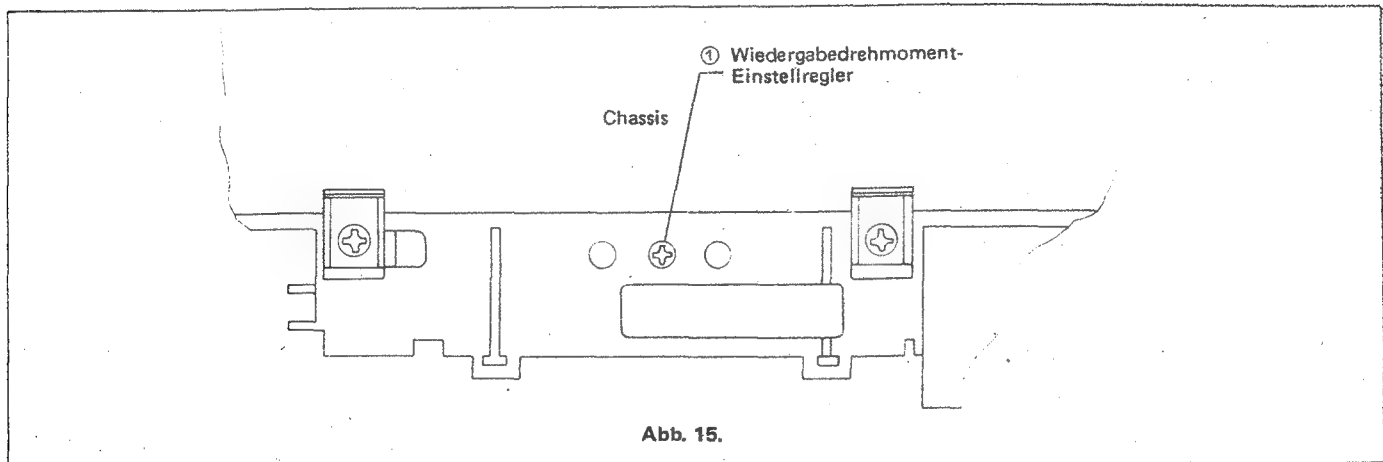

Abb. 15.
• Abstimmung (siehe Abb. 15)
1. Wenn der Bandzug stark länger (weniger als 23 – 28 g) ist, den Federhaken in Richtung A (siehe Abb. 15) bewegen und den Bandzug erneut prüfen.
2. Wenn der Bandzug zu schwach ist (mehr als 23 – 28 g), den Federhaken in Richtung B (siehe Abb. 15) bewegen und den Bandzug erneut prüfen.